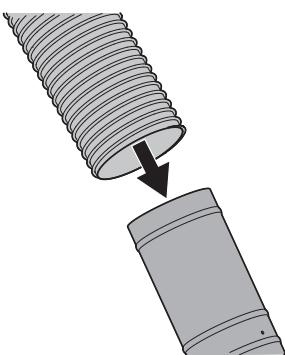

Figura 27
- Ahora que se puede mover el tubo del canal de descarga para atrás y para adelante, deslícelo sobre el codo del canal montado sobre la plataforma de corte, como se indica en la Figura 27.